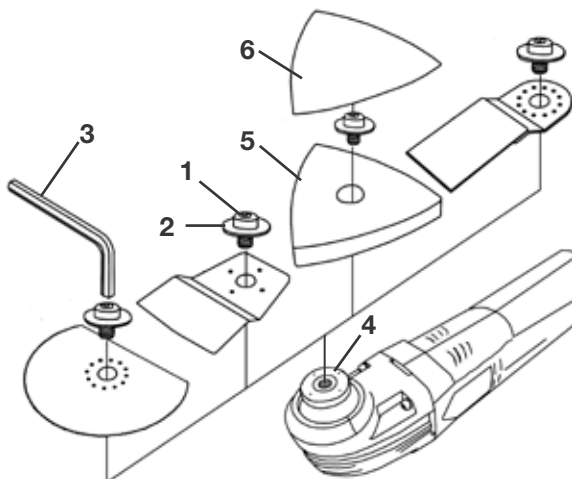

FIG 3
Insertion et retrait des accessoires (FIG 3)
1. Desserrez et retirez la vis d'assemblage (1), que la rondelle sur la bride de l'axe en utilisant la clé Allen (3) fournie.
2. Placez l'accessoire par-dessus la bride de l'axe (4). La bride de l'axe de cet outil présente une conception à quatre broches. Assurez-vous que les orifices de l'accessoire s'engagent correctement sur ces 4 broches et que l'accessoire repose complètement sur la bride de l'axe.
3. Remontez la vis d'assemblage (1) et les rondelle (2). Assurez-vous que le côté concave de nettoyage fait face à l'accessoire. Serrez complètement la vis d'assemblage en utilisant la clé Allen (3) fournie. Reportez-vous à la FIG 3.
1. Desserrez et retirez la vis d'assemblage (1) et la rondelle (2) sur la bride de l'axe.
2. Placez le patin de ponçage avec crochet et boucle (5) contre la bride de l'axe (4) et assurez-vous de le positionner avec une extrémité regardant vers l'avant. Vérifiez que les quatre broches de la bride de l'axe pénètrent complètement le patin de ponçage et que ce dernier affleure la bride de l'axe. Reportez-vous à la figure 3.
4. Alignez le papier de verre (6) et appuyez manuellement dessus contre le patin de ponçage (5). Retournez l'outil et appuyez fermement le papier de verre contre une surface plane afin de fixer le Velco. Reportez-vous à la FIG 3.